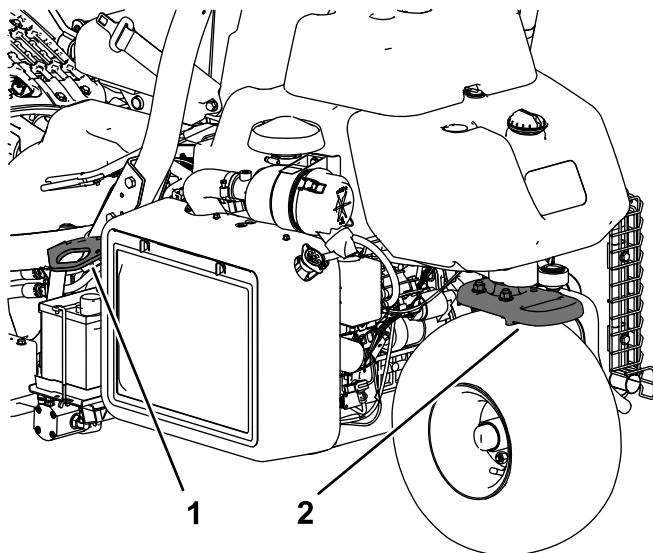

Figura 25
- Fissate saldamente la macchina con cinghie, catene, capi o corde. Le cinghie anteriori e posteriori dovranno essere rivolte verso il basso all'esterno rispetto alla macchina (Figura 25).